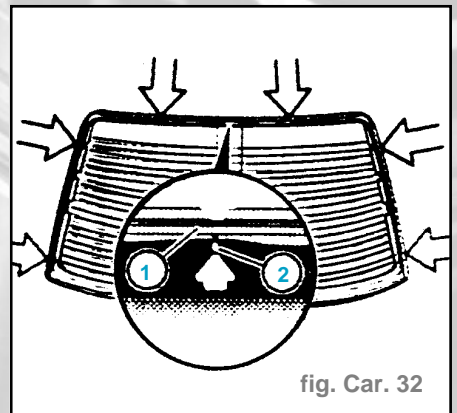

fig. Car. 32
- Poser le joint (1) en haut au centre de la lunette arrière et l'appuyer fermement contre la lunette arrière jusqu'en bas (fig. Car. 32)